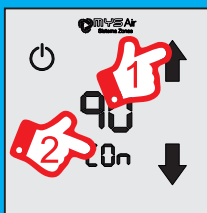

Fig. 10
- 1) Con el termostato APAGADO, mantener pulsado el icono **OFF** de la pantalla (Fig.10) hasta que aparezca en pantalla "00" parpadeando y el icono **CO** en la parte inferior de la pantalla.
- 2) Para activar la configuración WIFI, seleccionar "90" con los iconos de flechas **↓↑** (Fig. 10). Pulsar de nuevo sobre el icono **CO** para confirmar (Fig.10).